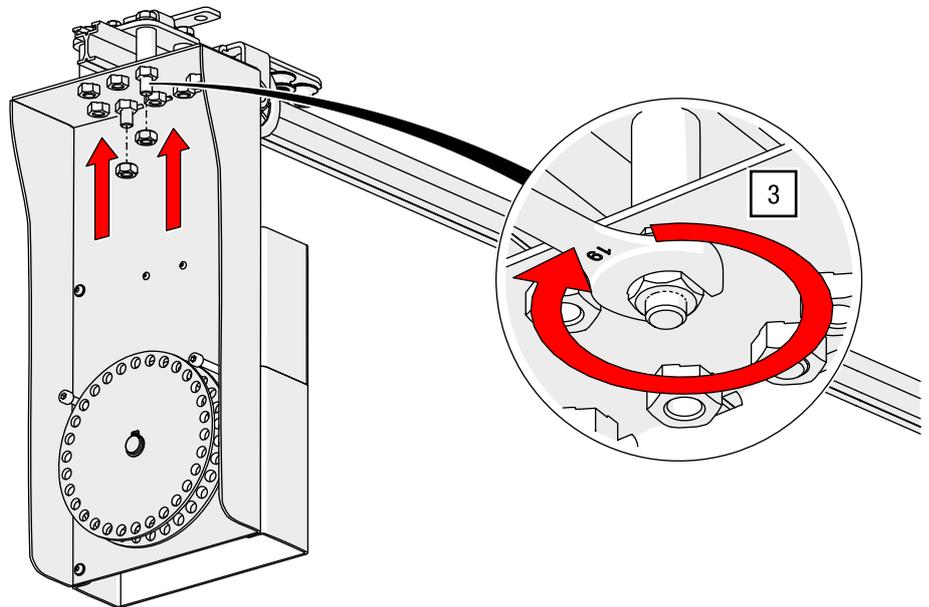

Abb. 116: Manueller Antrieb ROPE-DRIVE – Verbindung mit Montageplatte kontern
3. Kontern Sie die Verschraubung von innen mit zwei M12-Muttern und einem Gabelschlüssel SW 19 mit 93 Nm (siehe Abb. 116).